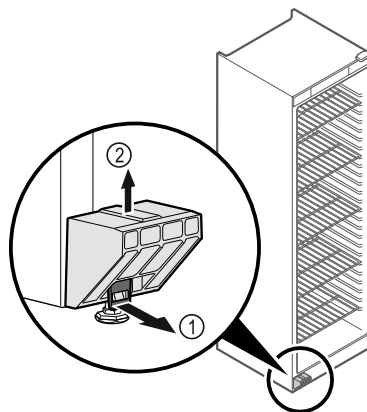

Fig. 6
► Beugel Fig. 6 (1) naar voren trekken.
► Transportbeveiliging Fig. 6 (2) naar boven toe lostrekken.